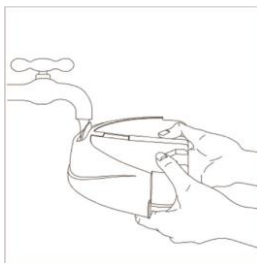

Рисунок 10
2. Відкрийте кришку водоприймача та вилийте воду низької жорсткості (до 7 дН) з резервуара (рис. 10).